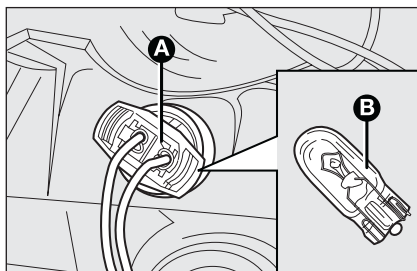

fig. 25
- ☐ extraire le groupe de douille **A**-fig. 25 clipsé, extraire l'ampoule **B** et la remplacer ;